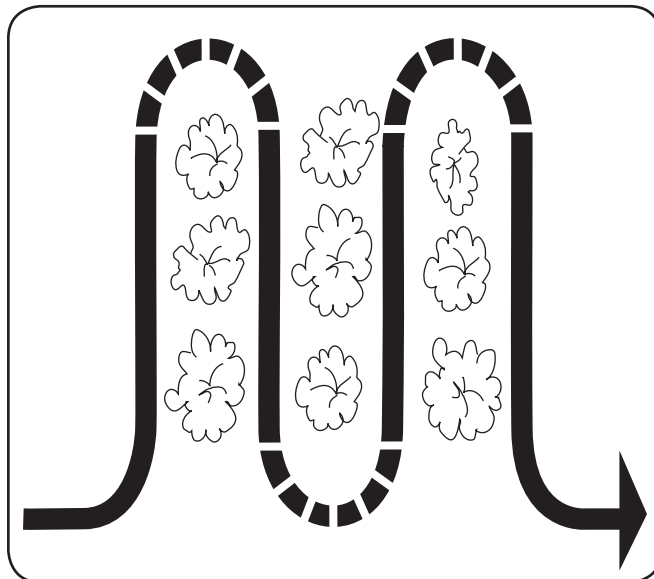

Figura 5-4
- Al realizar tareas de labranza (rompiendo la superficie de suelo alrededor de las plantas para destruir las malezas, vea la Figura 5-4), ajuste los dientes para cavar únicamente a una profundidad de 1” a 2”. La labranza a poca profundidad ayuda a evitar lesiones a las plantas cuyas raíces a menudo crecen cerca de la superficie. Si es necesario, levante los manillares ligeramente para evitar que los dientes cavén demasiado profundo. (La labranza regular no sólo elimina malezas, sino que además afloja y airea el suelo para mejor absorción de la humedad y crecimiento más rápido de las plantas). Si se riega el área del jardín unos cuantos días antes de la labranza se facilitará esta tarea; también se contribuye permitiendo al suelo recién trabajado asentarse por uno o dos días antes de la pasada final, profunda, de la cultivadora.